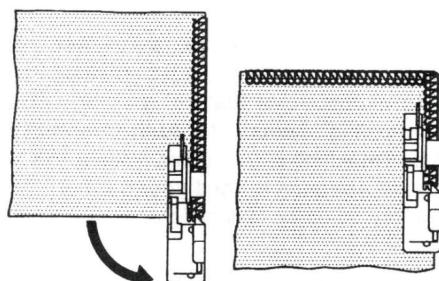

Abb. 1
3. Drehen Sie den Stoff, senken Sie den Nähfuß wieder ab und nähen Sie in der neuen Richtung weiter (siehe Abb. 1).